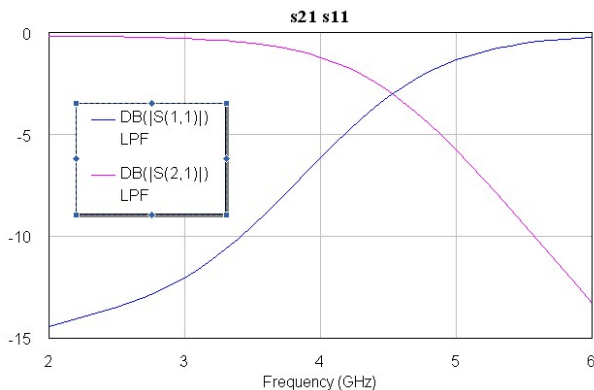

Рис. 7. Результаты моделирования
1.9. Анализируем схему: выбираем команду *Simulate>Analyze* или НЛКМ на кнопке *Analyze* на панели инструментов для проведения моделирования (рис. 7).